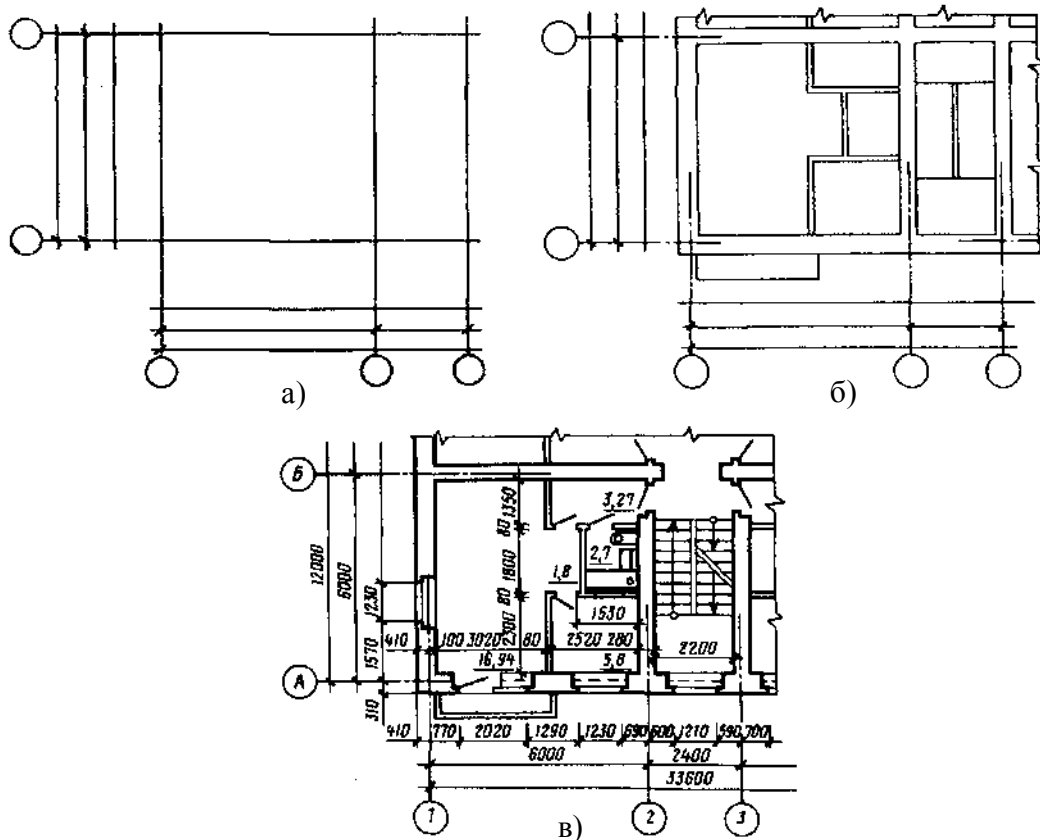

Рис. 14 Последовательность вычерчивания плана здания
- 1 проводятся продольные и поперечные координационные оси (рис. 14, а).
- 2 вычерчиваются стены здания, перегородки и колонны (рис. 14,
4 проставляются размеры и обозначения (рис. 14, в).
В практике выполнения архитектурно-строительных чертежей размеры принято наносить с использованием засечек на концах размерных линий вместо стрелок (см. рис. 14). Команды системы «Компас» для нанесения размеров изначально рассчитаны на вычерчивание размерных линий со стрелками на концах.
1 цепочкой наносятся размеры оконных и дверных проемов и расстояния между ними по контуру здания (ближайшие к стенам размеры на рис. 14);